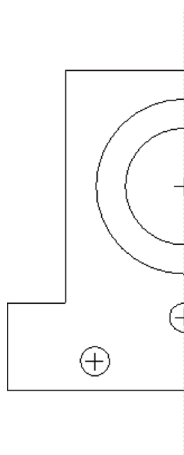

图 3-31 打开模型文件
STEP 01 单击快速访问工具栏中的“打开”按钮, 打开模型文件, 如图 3-31 所示。